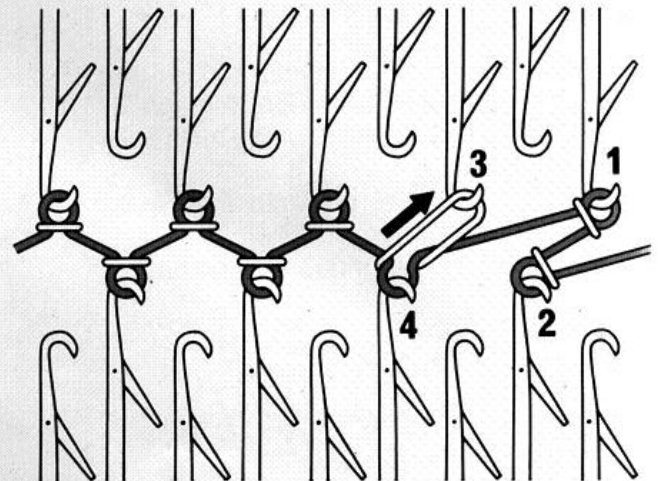

Fig. 54
- Accrocher la maille du rang précédent de l'aiguille (4) sur l'aiguille (3) (fig. 54).